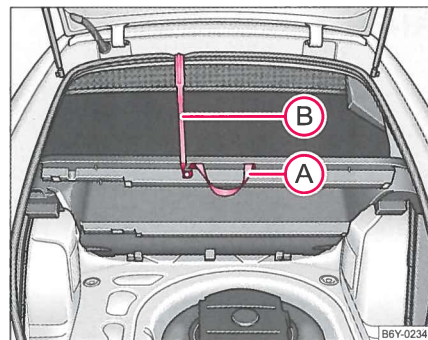

Fig. 191 Fastgørelse af ladebund ved hjælp af plastkrog
- Løft ladebunden på håndtag **A** og hængt den fast ved hjælp af plastkrogen **B** (denne sidder under ladebundens kant) på overkanten af bagklapudsnittet ⇒ fig. 191 ■